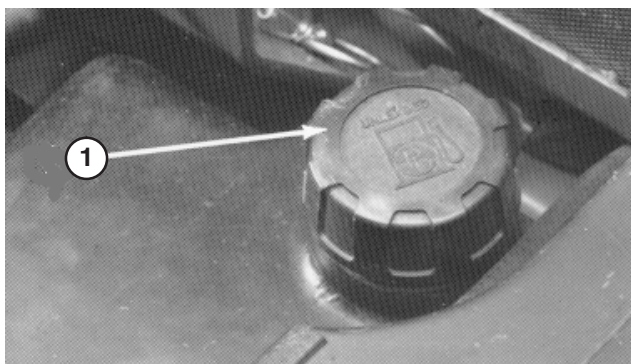

Figure 24
1. Basculez le siège en avant et bloquez-le avec la béquille pour l'empêcher de retomber accidentellement. Nettoyez la surface autour du bouchon du réservoir de carburant avec un chiffon propre (Fig. 24).